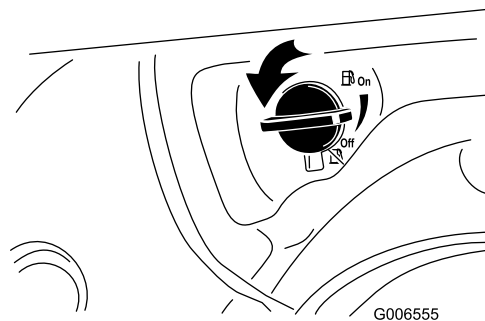

Рисунок 27
2. Поверните отсечной топливный кран на 1/4 оборота против часовой стрелки для того, чтобы открыть его (Рисунок 27).